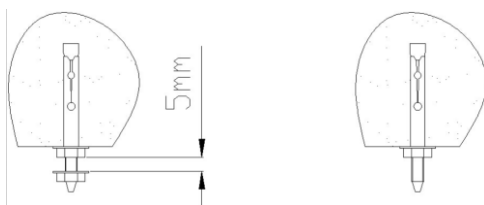

图 2
- 4、根据记好的孔位置，用冲击钻打出 4 个直径 $\phi 10\text{mm}$ 深度 80mm 的孔，将膨胀螺丝打入天花板，并用扳手拧紧螺丝。然后，将下端的螺母松出使垫片与上螺母的距离为 5mm 左右。并将另侧 2 个膨胀螺丝螺母及垫片都取下（如图 2 所示）。